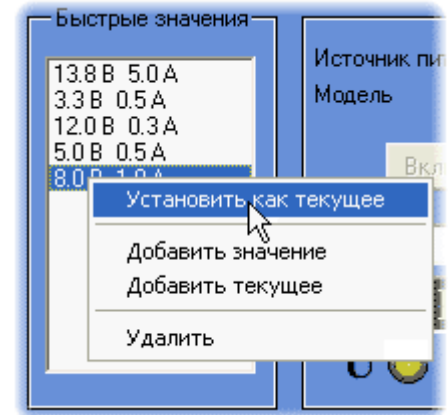

Рис. 6
10.1 Быстрые значения. В данном информационном окне (рис. 6) можно создать свой список часто используемых значений выходных параметров источника питания. Наведя курсор мышки на данное окно, и нажав правую кнопку мышки один раз можно выбрать следующее: